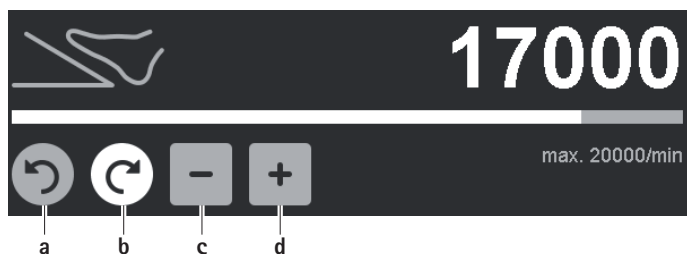

Fig. 6 Ændring af maksimumsgrænse for omdrejningstal/omdrejningsretning
- ▶ Ændring af rotationsretning (undtagen ved boremaskine GA844): Tryk på den inaktive, grå rotationsretningsknop højreløb/venstreløb **a/b**, se Fig. 6.